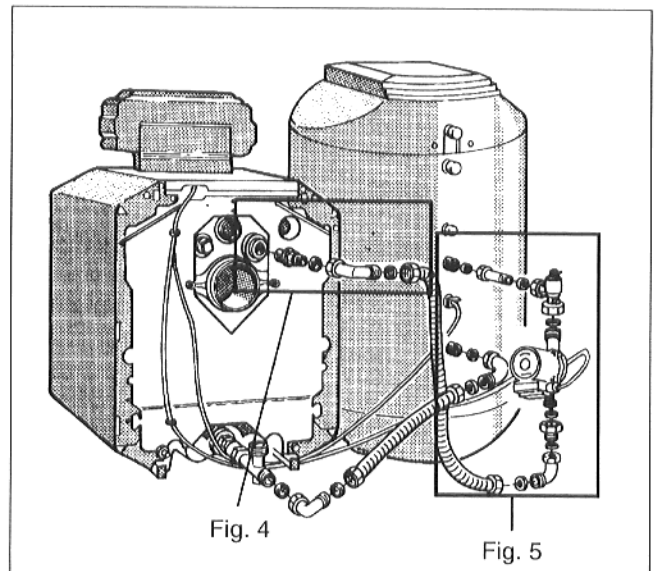
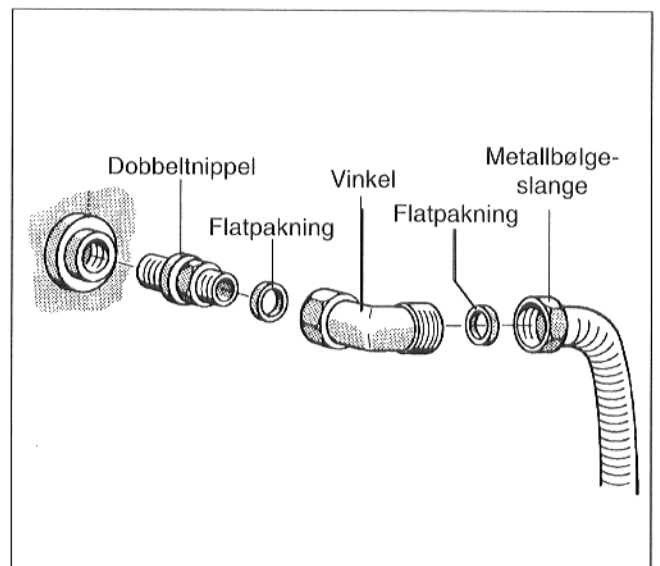
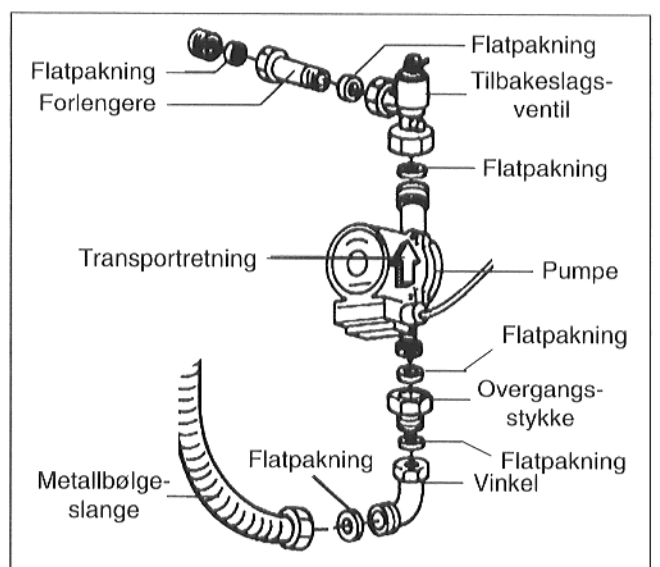

Fig. 3
Fig. 4
Fig. 5
- Dobbeltnippelen skrues inn i berederturledningen på fyringskjelen (fig. 3, fig. 4).
- Flatpakningen legges inn i mutteren til en vinkel og vinkelen skrues sammen med dobbeltnippelen (fig. 3, fig. 4).
- Flatpakningen legges inn i mutteren til metallbølgeslangen for turledningen (lengre slange), metallbølgeslangen formes på forhånd og skrues på vinkelen (fig. 3, fig. 4).
- Flatpakningen legges inn i mutteren til forlengeren og forlengeren skrues på berederturledningen (fig. 3, fig. 5).
- Flatpakningen legges inn i mutteren til tilbakeslagsventilen og tilbakeslagsventilen skrues på forlengeren (fig. 3, fig. 5).
- Flatpakningen for pumpen (Ø 44 x 28 x 2) legges inn i den andre mutteren til tilbakeslagsventilen og berederladepumpen skrues fast på tilbakeslagsventilen med flyteretning oppover (fig. 3, fig. 5).
- Den andre flatpakningen for pumpen (Ø 44 x 28 x 2) legges inn i overgangsstykket og overgangsstykket skrues fast på sugestussen til berederladepumpen (fig. 3, fig. 5).
- Flatpakningen legges inn i den andre mutteren til metallbølgeslangen og metallbølgeslangen skrues på overgangsstykket (fig. 3, fig. 5).